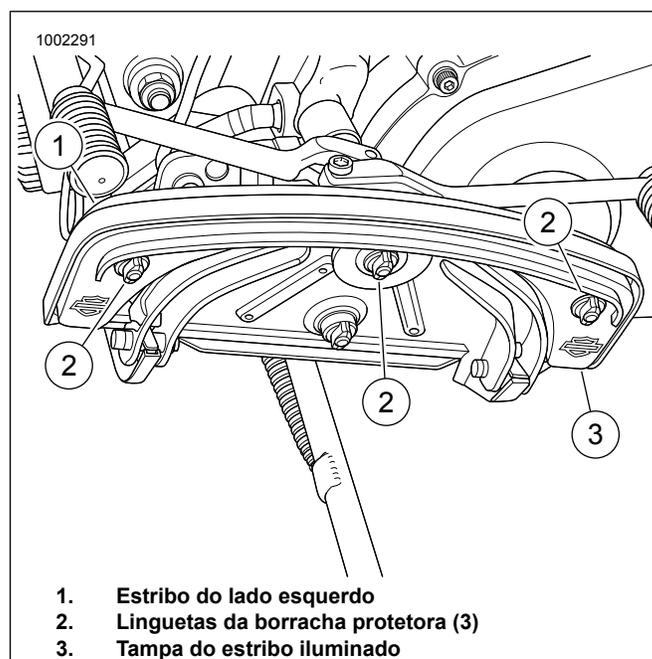

Figura 1. Instalação da tampa do estribo iluminado
1. Consulte Figura 1. Começando pelo estribo do lado esquerdo (1), incline o estribo na posição vertical para ter acesso à parte inferior do estribo.
2. Usando uma solução limpa-vidros, pulverize as três linguetas da borracha protetora (2) que se projetam através da parte inferior do estribo.
3. Começando pelo furo central, aplique pressão vertical na estrutura da lanterna (3) e usando alicates, puxe a lingueta da borracha protetora para baixo até que a luz assente na lingueta. Repita o procedimento para as linguetas do lado direito e esquerdo.